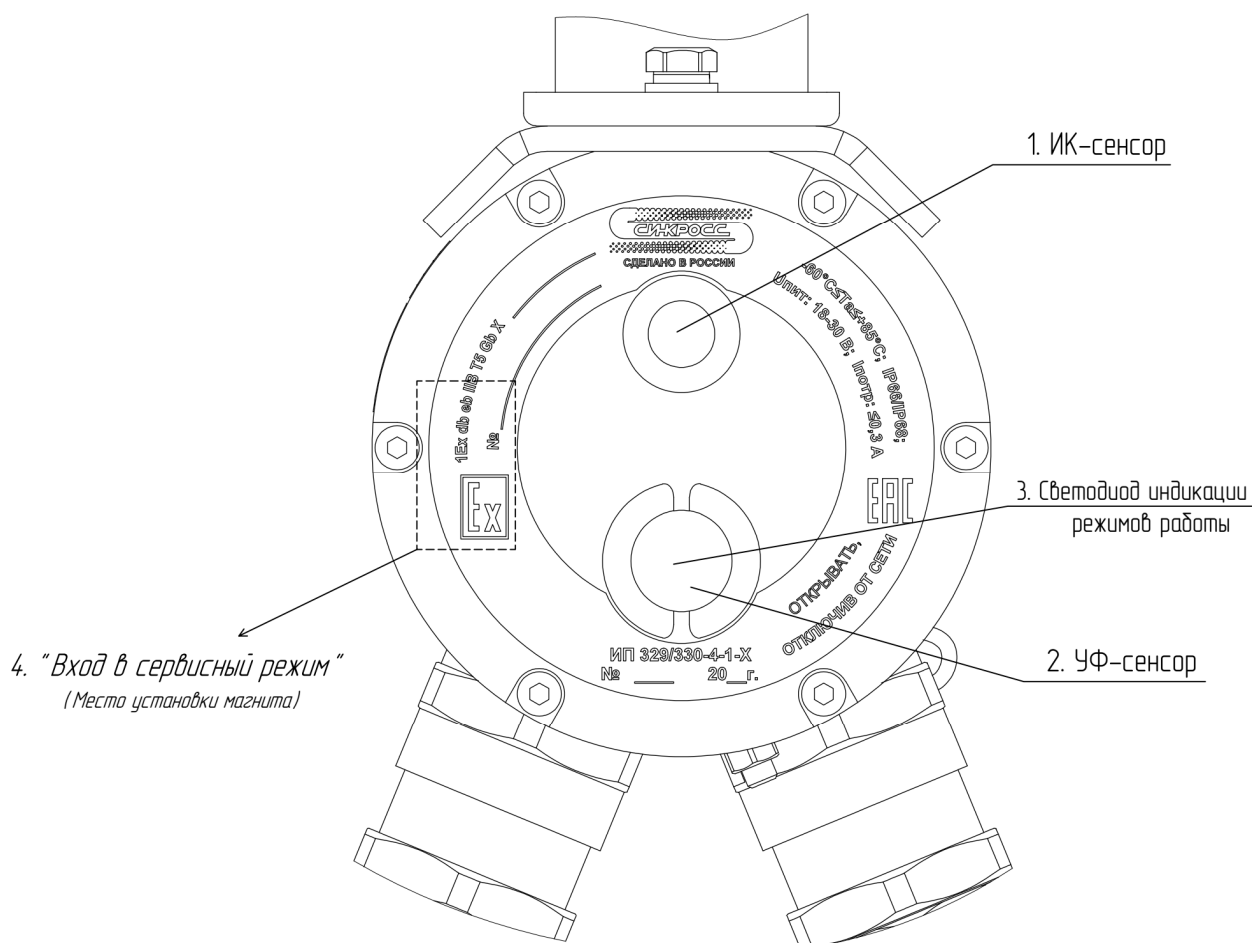

Рисунок 1 – Размещение функциональных элементов ИП
4.3 На лицевой поверхности корпуса ИП (рисунок 1) установлены 2 стекла, за которыми установлен оптический сенсор ультрафиолетового диапазона, оптический сенсор инфракрасного диапазона, двухцветный светодиод индикации, оптическая система контроля чистоты стекла. На задней торцевой поверхности установлены два кабельных ввода для бронированного кабеля.
7.4 В дежурном режиме светодиод светится зеленым цветом (позиция 3, рисунок 1) две вспышки с периодом повторения около 5 секунд (по умолчанию).